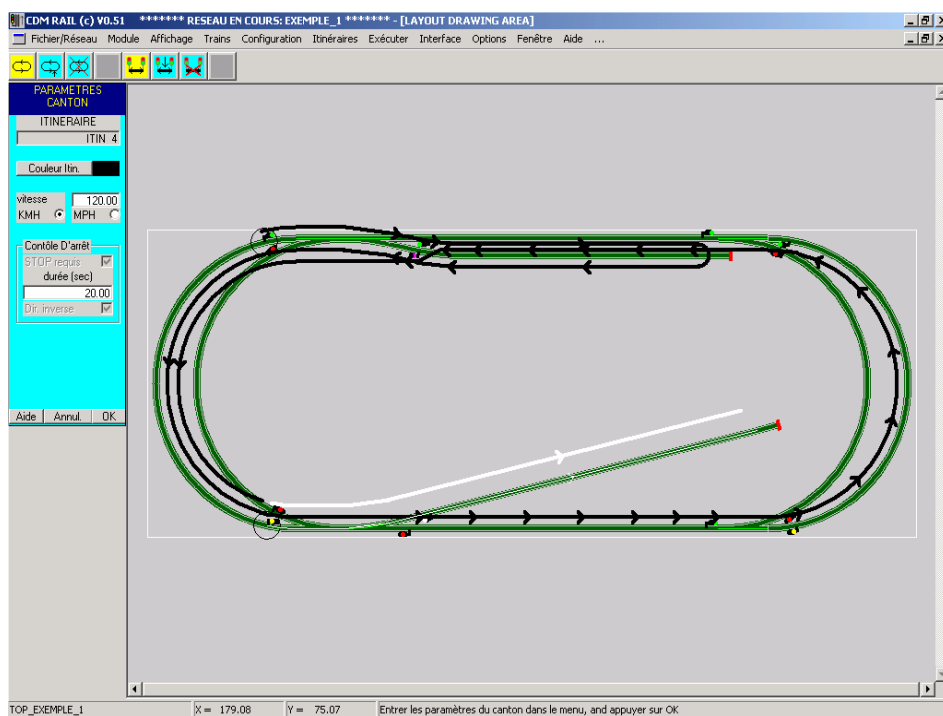

Figure 7-16 Sélection de la deuxième voie de garage: l'aiguillage a été positionné.
- **Figure 7-16:** sélection de la section de voie de garage. **L'aiguillage d'accès a dû être mis en position déviée.**